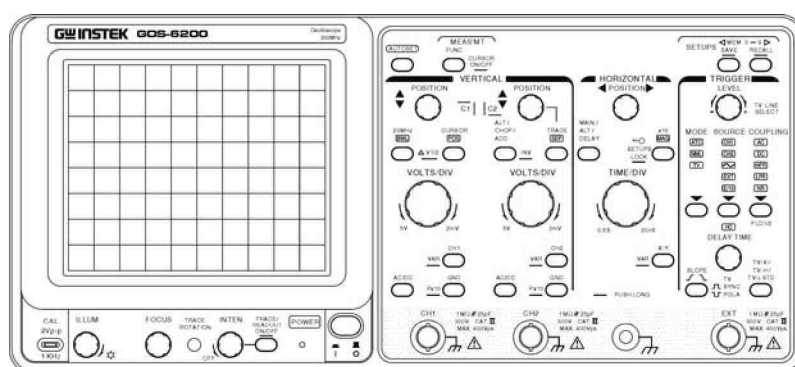

Рис.7 Органы управления осциллографа GOS -6200
Основными блоками осциллографа GOS -6200 являются электронно-лучевая трубка (ЭЛТ) с устройством ускорения и фокусировки электронов, каналы вертикального (Y) и горизонтального (X) отклонений луча, блок синхронизации и запуска, канал модуляции луча по яркости (Z) и калибратор. Органы управления блоками объединены в группы на передней панели прибора (рис.7).